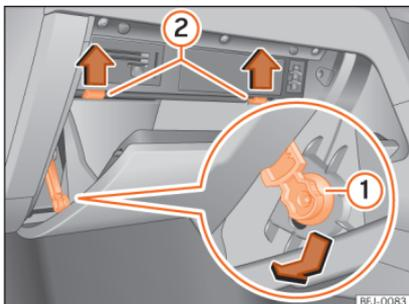

Fig. 50 Porta-luvas (volante à direita): acesso à caixa de fusíveis.
- Desloque o elemento de bloqueio »» Fig. 50 ① no orifício do suporte para baixo e retire-o para um lado.
- Pressione os pivôs superiores »» Fig. 50 ② para cima, no sentido das setas, e ao mesmo tempo abra ainda mais o porta-luvas.
rando a resistência exercida pelos pivôs superiores »» Fig. 50 ②.